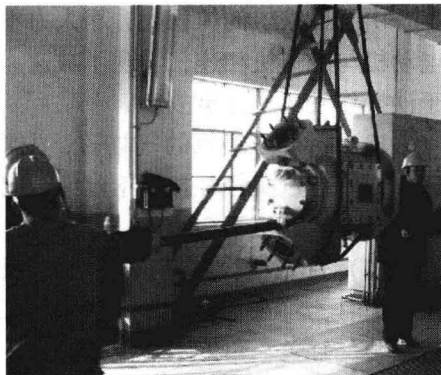

图 1-7 吊装 2 级气缸
4) 拆卸气缸之前，在气缸法兰连接处做好记号，便于按原位置回装。图 1-7 为吊装 2 级气缸时的图片，气缸放置在木方上，密封面用白布包好。